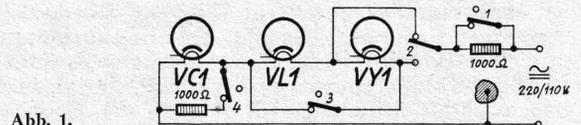

Abb. 1.
An und für sich ließe sich eine Reihe von Schaltungen denken, die unsere beiden Bedingungen völlig oder wenigstens zum Teil erfüllen könnte. Wir wollen uns jedoch hier nur mit der allgemein gebräuchlichen und billigsten Siebhaltung befassen, derjenigen nämlich, die aus Widerstand und Block allein besteht, das ist die Schaltung gemäß Abb. 1 (rechte Abb.). Ihre Wirkung können wir uns auf zweierlei Weise vorstellen:
Wir können die beiden Schaltglieder als Spannungsteiler auffassen. Seine Teilwiderstände weisen für Wechselstrom natürlich ein anderes Verhältnis auf als für Gleichstrom (Abb. 1). Der Block bildet ja für Gleichstrom einen sehr großen Widerstand, für Wechselstrom dagegen nicht. Eine solche Auffassung ist besonders günstig, wenn wir die Reinigung der Regelspannung von den Hoch- und Niederfrequenz-Spannungsschwankungen verstehen wollen. Deshalb findet man meist diese Auffassung vor.
Abb. 1. Zwei Spannungsteiler. Der links dargestellte Spannungsteiler besteht aus zwei Widerständen. Der Widerstand (1) ist groß, der Widerstand (2) ist klein. Infolgedessen hat die am Widerstand 2 abgegriffene Teilspannung einen im Vergleich zur angelegten Gesamtpannung nur geringen Wert. Der rechts dargestellte Spannungsteiler besteht aus einem Widerstand und einem Kondensator. Wenn man am Kondensator lediglich Spannung abnimmt, so kommt die volle Gleichspannung zur Wirkung. Für Wechselspannung wirkt aber die Schaltung als Spannungsteiler. Wenn der Wechselstromwiderstand des Kondensators klein ist gegenüber dem vorgeschalteten Widerstand, so kommt an den Kondensatorklemmen eine nur sehr kleine Wechselspannung zustande.
Abb. 2. Die Wirkung des in Abb. 1 rechts dargestellten Spannungsteilers können wir auch verstehen, wenn wir beachten, daß der Kondensator über den Widerstand geladen und entladen wird.
In Abb. 1 habe ich den Heizkreis für sich allein herausgezeichnet (ohne den Ein-Aus-Schalter): Lediglich für die Heizspannungsumschaltung werden vier Schalter und zwei Stück 1000-Ω-Widerstände benötigt.
Dabei wird gleichzeitig ein Nachteil der Schaltung nach Abb. 1 vermieden: Wenn nämlich in der gezeichneten 110-Volt-Schaltung durch Fadenbruch oder Kontaktfehler eine der Röhren (oder der Parallelwiderstand) stromlos wird, so erhält die intakte Parallelröhre ca. 34% Überspannung, sie wird sich also bei 74 Volt Fadenspannung gleichfalls verabschieden!